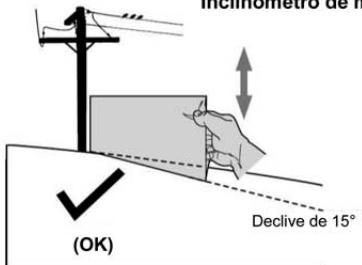
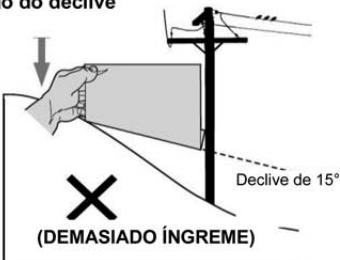

Figura 1
Figura 2
3. Alineie um dos lados do inclinômetro de medição de declive com o objeto (consulte a Figura 1 e a Figura 2).
4. Ajuste o inclinômetro em cima ou em baixo, até o canto esquerdo tocar no declive (consulte a Figura 1 e a Figura 2).
Se existir um espaço abaixo do inclinômetro, significa que o declive é demasiado íngreme para um funcionamento seguro (consulte a Figura 2 acima)